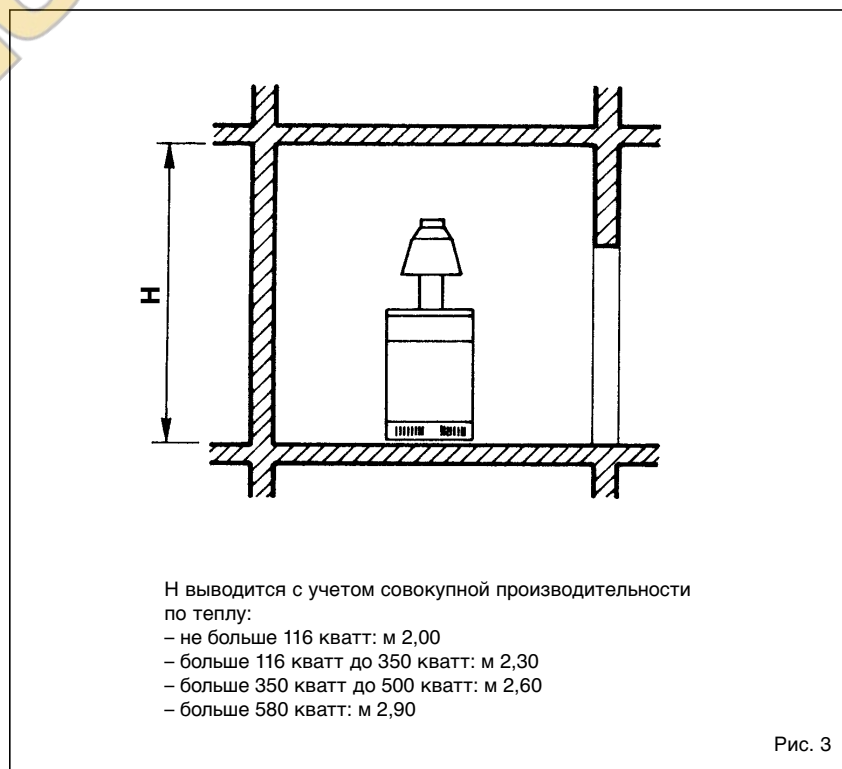

Рис. 3
2.1 ПОМЕЩЕНИЕ КОТЕЛЬНОЙ И ВЕНТИЛЯЦИЯ (Рис. 3)
размерам, приведенным на рис. 3. Кроме того, для притока воздуха в помещение необходимо сделать во внешних стенах воздухоудвки, поверхность которых, рассчитанная в соответствии с п.4.1.2, но не менее 3000 см², а в случае использования газа с плотностью больше 0,8 меньше 5000 см².